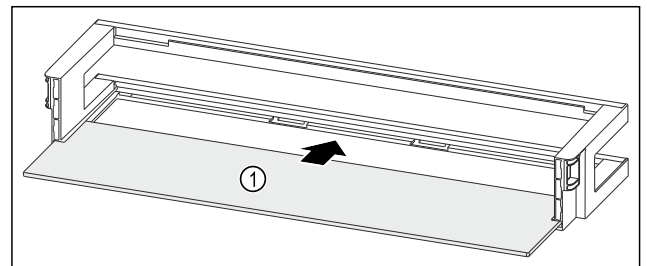

Fig. 111 Türabsteller mit Abstellfläche
- ▶ Abstellfläche Fig. 111 (1) in die seitlichen Einsparungen einschieben.